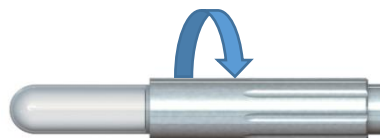

Fig. 10
- 9- Para retirar o balão, gire a camisa da bainha no sentido horário (fig.10) e retire o balão